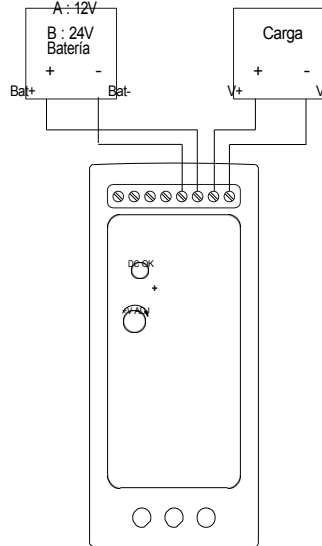

Fig 1.1 Conexión sugerida del sistema
(1) Consulte la Fig. 1.1 para ver la conexión sugerida.